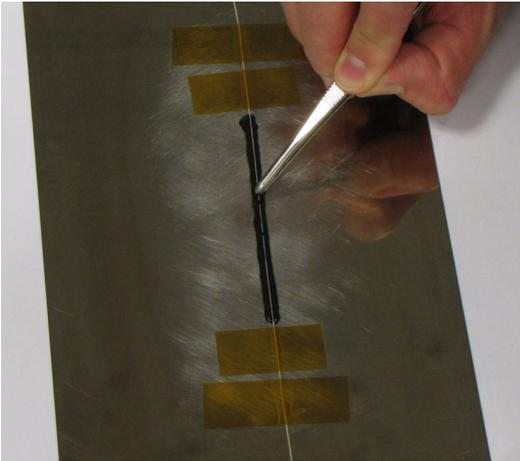

Abb. 2.12 Andrücken der Faser mit optischem Sensor FS70PKF mit einer abgerundeten Pinzette
- ▶ Die Glasfaser mit der abgerundeten Pinzette vorsichtig in den Epoxidharzklebstoff drücken, sodass die Faser vollständig in den Klebstoff eingebettet ist und die Faser dabei möglichst nahe an der Bauteiloberfläche bleibt (Abb. 2.12).